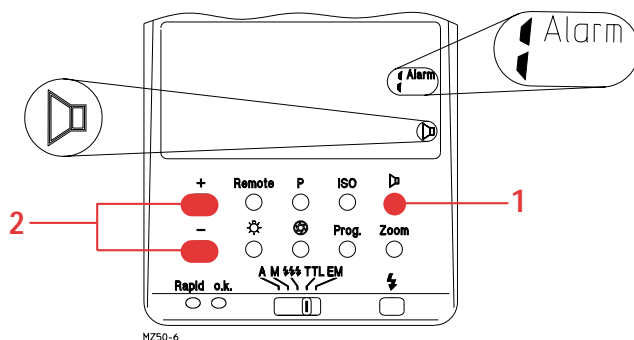

Bild 25: Alarmfunktionen einstellen
- Taste **Remote (STO) (22)** so lange drücken (ca. 3 Sekunden), bis das LC-Display dunkel geschaltet wird. Wenn der Summer aktiv ist (siehe Bild 25, Seite 37), dann ertönt zusätzlich ein kurzer Signalton. Danach sind die Einstellungen gespeichert.